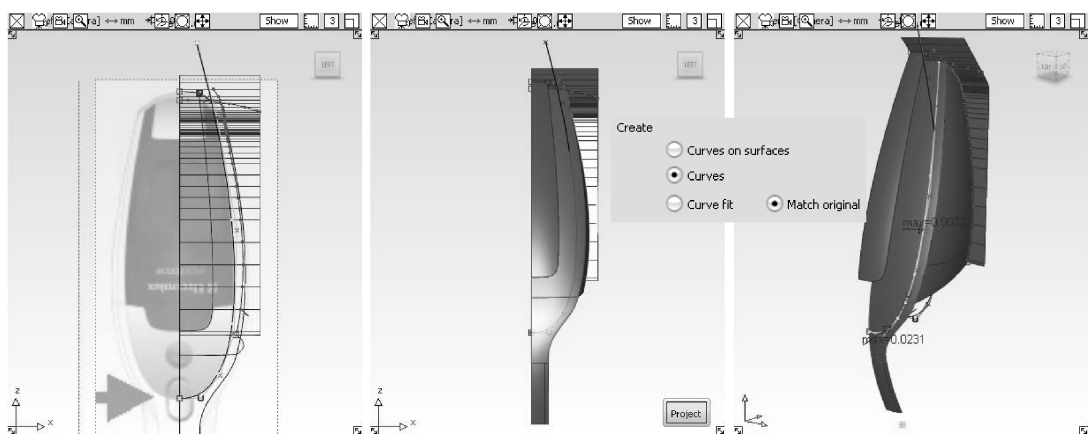

图9-22 创建投影曲线
- 24 选择【New CV curve】工具，在【Left】正交视窗中创建一条曲线，然后选择【Project】工具，将这条曲线投影到过过渡曲面与吸尘器上表面的中间曲面上，设置投影选项为创建曲线，如图9-22所示。